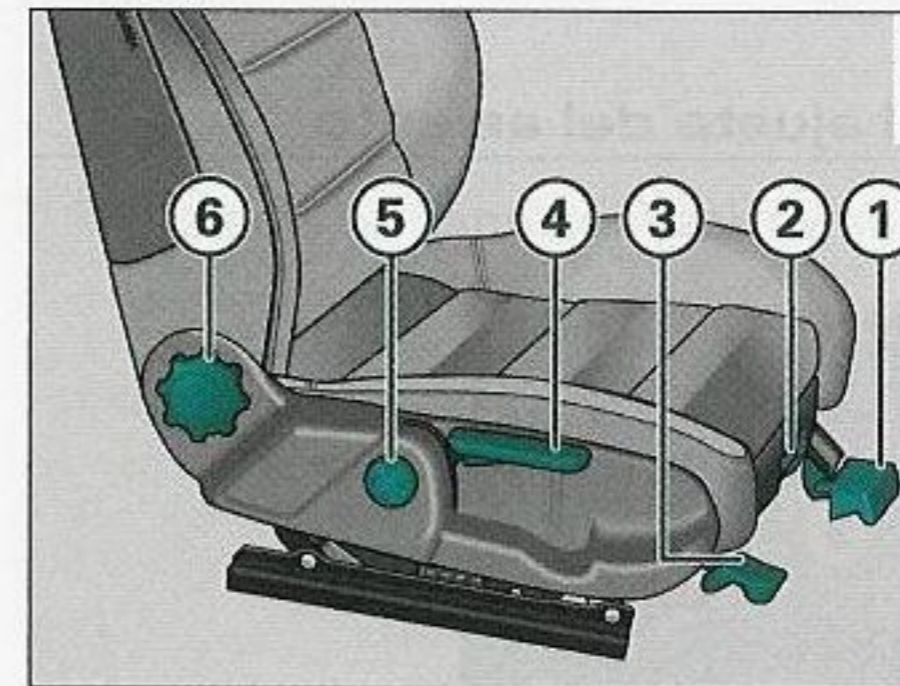

Fig. 83 Mandos en el asiento del acompañante
- Levante la palanca ① ⇒ *página 100*, fig. 83 y desplace el asiento hasta la posición deseada.
- Suelte la palanca ① y siga desplazando el asiento hasta que encaje el bloqueo.
- Desplazar hacia arriba la tecla ② ⇒ *página 100*, fig. 83.
- Tire de la palanca ③ ⇒ *página 100*, fig. 83 hacia arriba y ajuste la posición del asiento cambiando de lugar el peso del cuerpo.
- Tire de la palanca ④ ⇒ *página 100*, fig. 83 hacia arriba (movimientos de bombeo).
- Con la mano, gire la rueda  ⇒ *página 100, fig. 83* para ajustar la inclinación del respaldo.